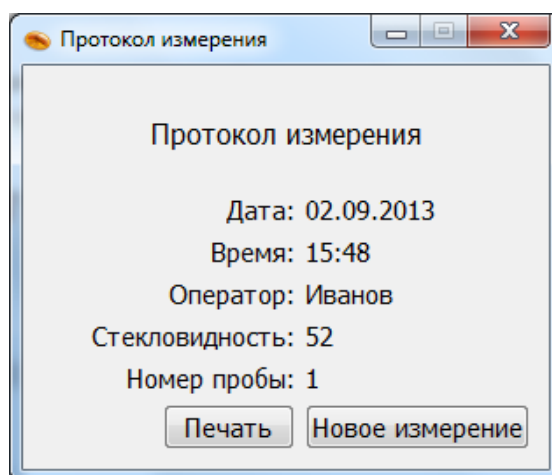

Рис.9 Протокол измерения
-после выбора стекловидных и мучнистых зёрен необходимо нажать кнопку «Рассчитать». Результаты определения стекловидности отобразятся в открывшемся окне «Протокол измерения» (рис.9);
После того, как оператор выбрал (выделил) три эталонных зерна, программа автоматически определит вид каждого зерна и рассчитает стекловидность. Результаты определения стекловидности отобразятся в открывшемся окне «Протокол измерения» (рис.9).
В том случае, если в исследуемом образце отсутствует один или два вида зерна, оператору необходимо вручную выбрать вид зерна (стекловидного, частично стекловидного, мучнистого). Для этого следует нажать необходимую кнопку выбора вида зерна: «Выбор стекловидного», «Выбор частично стекловидного» или «Выбор мучнистого», расположенную в правой верхней части открытого окна (рис.11). После выбора эталонных зерен необходимо нажать кнопку «Рассчитать», расположенную в левой верхней части открытого окна (рис.11). Результаты определения стекловидности отобразятся в открывшемся окне «Протокол измерения» (рис.9).